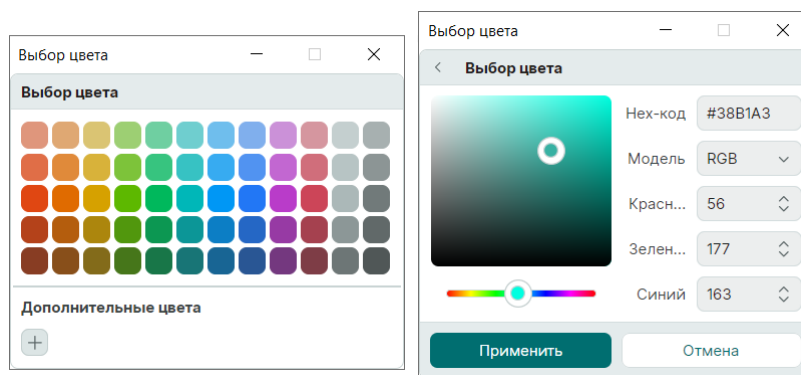

Рис. 485 Выбор цвета для отображения цепи на плате
2. Выберите цвет для отображения цепи из списка предложенных или используйте команду «Другие цвета», и в появившемся окне «Выбор цвета» определите необходимый цвет, см. Рис. 485.